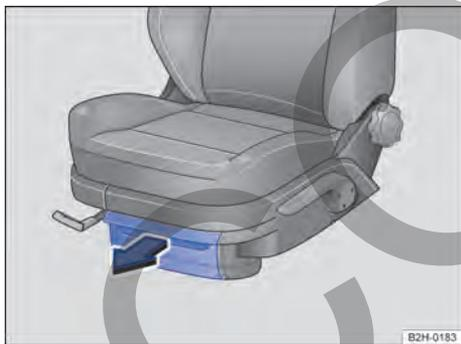

Fig. 114 Portaobjetos debajo de los asientos delanteros: portaobjetos con tapa.
2. Tire de la tapa hacia delante → fig. 114.
2. Presione la tapa hacia atrás, en el sentido contrario al de la flecha → fig. 114.